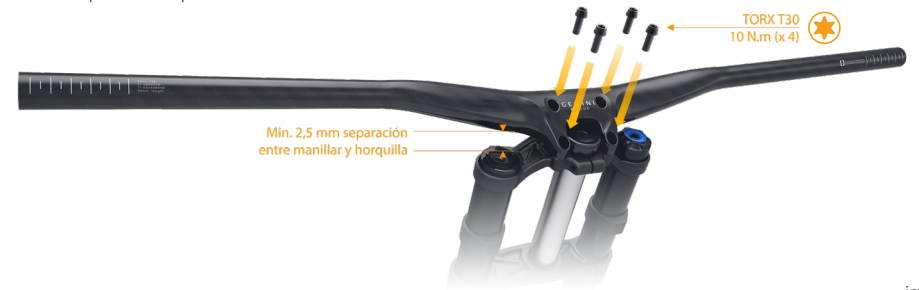

imagen 2
- Introduzca y apriete los tornillos a 10 Nm. con una llave dinamométrica calibrada con cabeza TORX T30 (imagen 2)